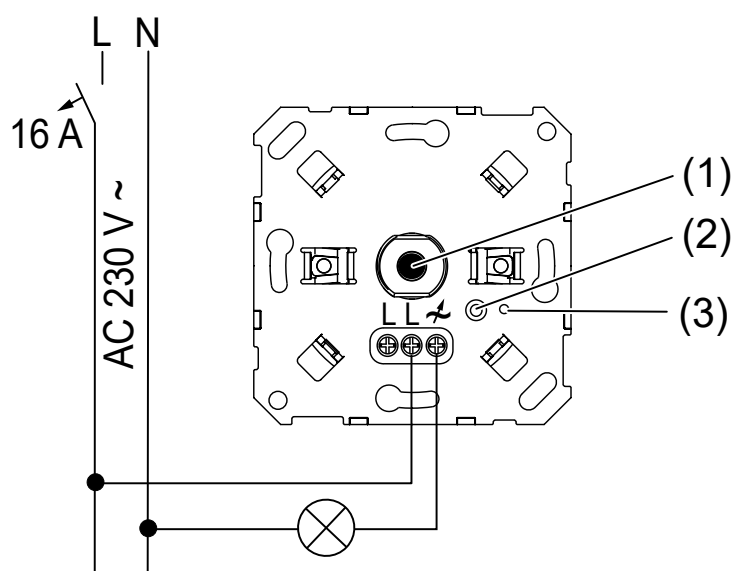

Figura 1: Schema di collegamento
- Collegare il dimmer come indicato nello schema di collegamento (Vedi figura 1).